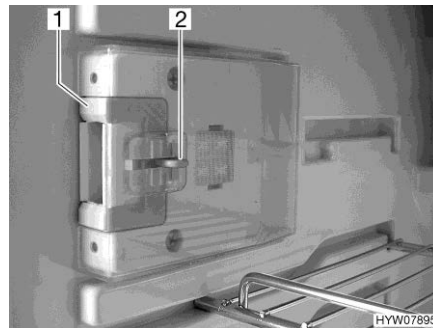
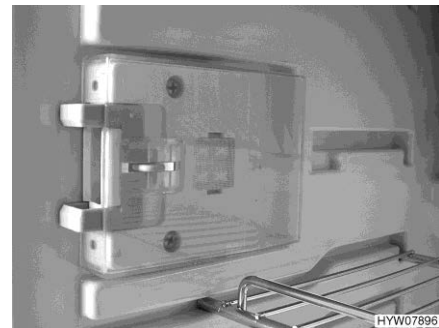

Fig. 166 Dispositivo di chiusura (posizione normale)
Fig. 167 Dispositivo di chiusura (posizione di ricircolo d'aria)
■ Premere il dispositivo di sblocco (Fig. 166,2).
■ Spingere il dispositivo di chiusura (Fig. 166,1) in avanti (Fig. 167).